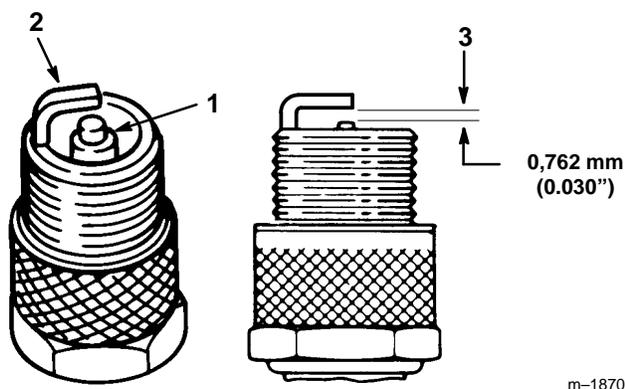

Figure 24
1. Inspecter le centre de la bougie (Fig. 24). Si le bec de l'isolateur est recouvert d'un léger dépôt gris-brun, le moteur fonctionne correctement. S'il est couvert d'un dépôt noir, c'est généralement signe que le filtre à air est encrassé.
2. Contrôler l'écartement entre l'électrode centrale et l'électrode latérale (Fig. 24). Courber l'électrode latérale (Fig. 24) si l'écartement est incorrect.